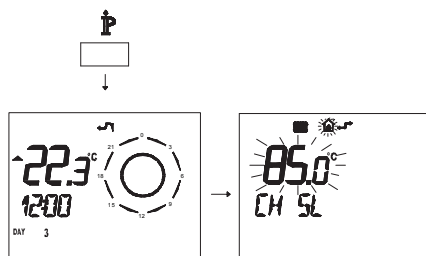

Figura 5.34
- Premere per più di 3 secondi il pulsante para per entrare in modalità **INFO** (Figura 5.34).